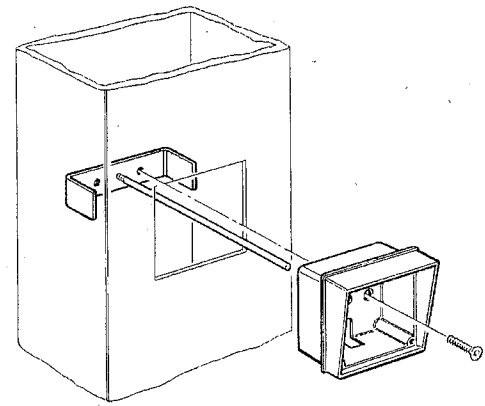

Fig. 9
3) SU PILASTRO METALLICO (Fig. 9)